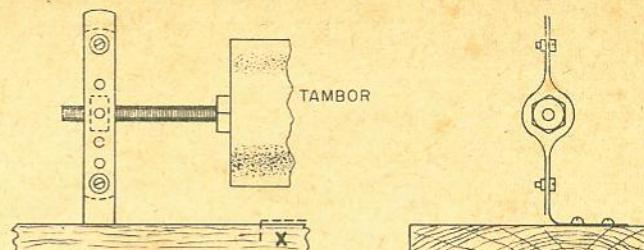

Figura 4
60 cm de comprimento, 10 cm de largura e 1 cm de espessura. A parte mecânica foi feita quase que totalmente utilizando-se peças de jogos mecânicos de armar, para crianças (Mecano, etc.). O tambor porta-imagens poderá ser feito de acordo com as exigências. O modelo utilizado por nós foi feito de papelão grosso. Um tamanho adequado para o tambor é cerca de 10 cm de comprimento e 4 ou 6 cm de diâmetro. Numa das extremidades do tubo é fixada, bem no centro, uma guia, de maneira que a rotação se dê de maneira perfeitamente concêntrica (ver figura 3). Na outra extremidade é fixado um parafuso com cerca de 10 cm de comprimento, conforme se vê na figura 4.
O parafuso, fixado no lado esquerdo do tambor, é agora introduzido na porca, conforme se vê na figura 4. Mantendo-se o tambor na horizontal, introduz-se um eixo de 16,5 cm (A), através do orifício da lâmina C, na guia fixada no lado esquerdo do tambor; o eixo é fixado à guia por meio de um parafuso.